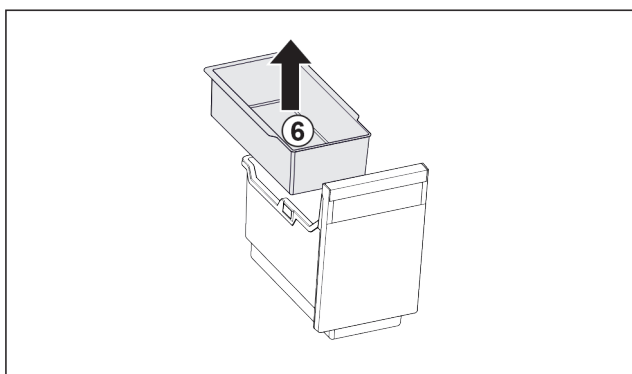

Fig. 30
- ▶ Odoberte závesnú misku Fig. 30 (6).